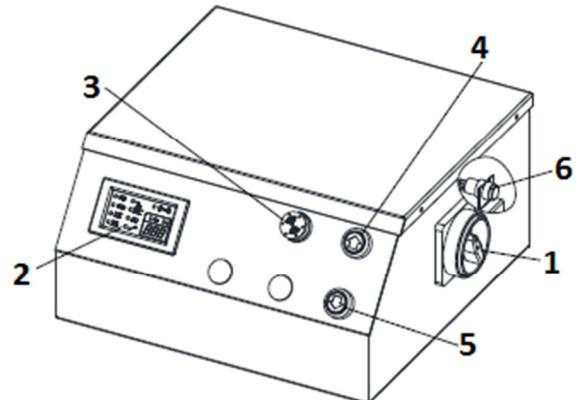

Fig. 8
3. Draai de hoofdstroomschakelaar (1, fig.8) op I (AAN).
4. Druk nu ca. 30 seconden op de HEF-knop (4, fig.8) om de cilinders met olie te vullen.
5. Hef de lift door op de HEF-knop (4, fig.8) te drukken tot de brug helemaal geheven is.
6. Houdt nu 10-15 seconden de NEGEER-knop (6, fig.8) ingedrukt samen met de HEF-knop, de brug maakt nu een extra slag van 70mm, deze is nodig om de cilinders te ontluchten. Men ziet ook luchtbellen door de doorzichtige leiding lopen.
7. Laat nu de platforms zakken door op de ZAK-knop (5, fig.8) te drukken. De brug zal nu dalen tot de veilige hoogte (400mm), laat nu de knop los en druk deze opnieuw in, het laatste stuk klinkt er een piepton en knippert er een lampje (3, fig.8) tijdens het dalen.